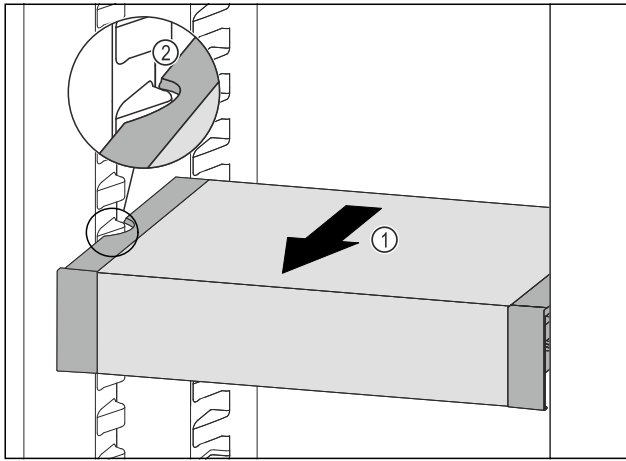

Fig. 58
- ▶ VarioSafe nach vorne ziehen Fig. 58 (1), bis sich die seitlichen Aussparungen des VarioSafes auf Höhe der Behälterterrierpe im Kühlteil befinden. Fig. 58 (2)